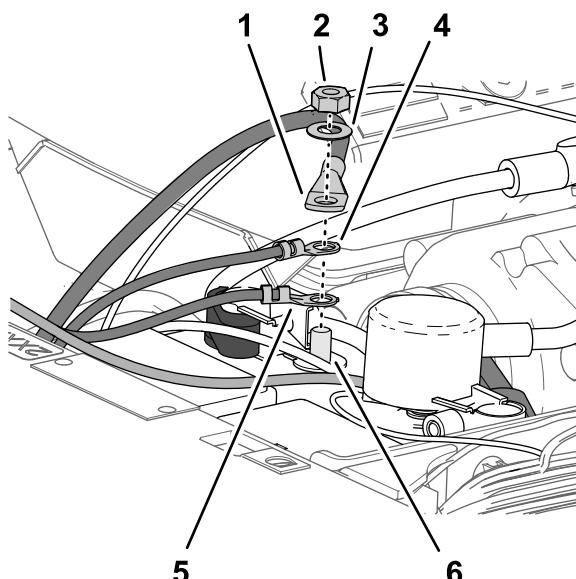

图214
5. 按照以下顺序将以下电线和接线端子连接至负极电池端子 图214 的螺纹柱上